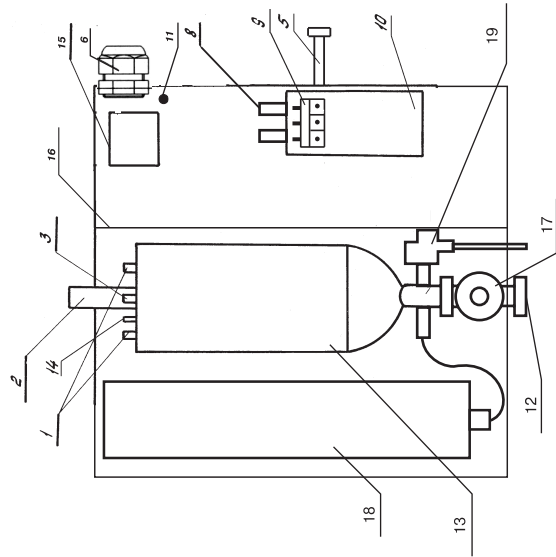

Рис. 1. РусНИТ-205Н, 206Н, 207Н, 208Н, 209Н.
5.1. Отопитель состоит из шести частей: теплообменника (бака), блока управления, коммутационных элементов, экспанзомата, циркуляционного насоса и предохранительного клапана. (рис. 1).